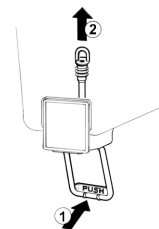

figura 2
**5 Grifo con tubo de goma:** empujar la palanca mando grifo (1) y sacar (2) el tubo goma de salida desde su situación vertical en el fondo del contenedor (ver figura 2).